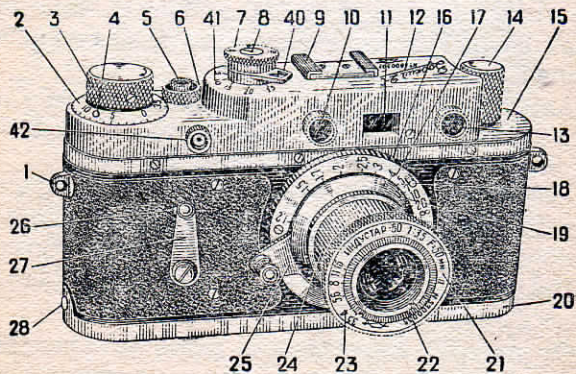

Рис. 1.
1. Ушко (рис. 1)
2. Лимб счетчика кадров (рис. 1)
3. Головка заводного механизма (рис. 1)
4. Выступы лимба для установки его на нуль (рис. 1)
5. Спусковая кнопка затвора (рис. 1)
6. Кольцо-выключатель механизма (рис. 1)
7. Диск со шкалой выдержек (рис. 1)
8. Ось с индексом (рис. 1)
9. Клемма для вспомогательных устройств (рис. 1)
10. Правое окно дальномера (рис. 1)
11. Объектив видоискателя (рис. 1)
12. Верхний щиток (рис. 1)
13. Левое окно дальномера (рис. 1)
14. Головка обратной перемотки пленки (рис. 1)
15. Верхняя крышка камеры (рис. 1)
16. Объективное гнездо камеры (рис. 1)
17. Шкала расстояний объектива (рис. 1)
18. Ограничительный упор объектива (рис. 1)
19. Шкала глубины резкости (рис. 1)
20. Нижняя крышка камеры (рис. 1)
21. Переднее кольцо объектива (рис. 1)
22. Поводковое кольцо диафрагмы (рис. 1).
23. Шкала диафрагмы (рис. 1)
24. Тубус объектива (рис. 1)
25. Поводок объектива (рис. 1)
26. Пусковая кнопка автоспуска (рис. 1)
27. Заводной рычаг автоспуска (рис. 1)
28. Штифт, фиксирующий нижнюю крышку (рис. 1)
- 40. Рукоятка синхронизации с индексом (рис. 1, 11)
- 41. Шкала синхронизации (рис. 1, 11)